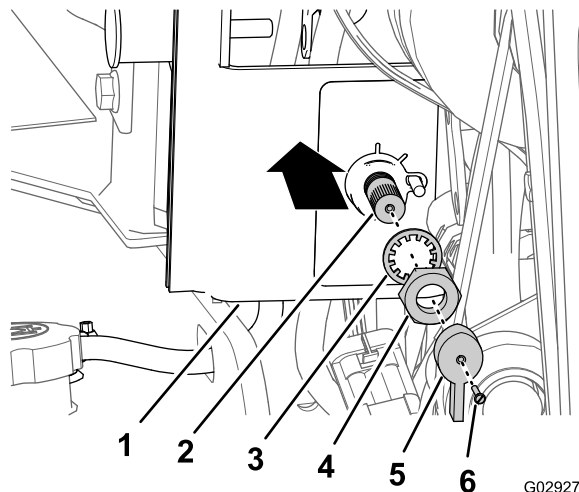

Figura 4
2. No interruptor de desconexão da bateria, remova o parafuso que fixa a manopla tipo knob à haste do interruptor (Figura 4).
3. Remova a porca e a arruela travante que fixam o interruptor de desconexão da bateria ao pannel direito do capô (Figura 4).
4. Empurre a haste do interruptor de desconexão da bateria para trás para afastar o interruptor do pannel do capô (Figura 4).